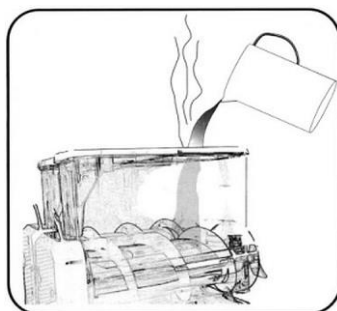

Fig. 17
2. Fyll tanken med ljummet vatten och töm den genom avtappningskranen (fig. 17, 18).